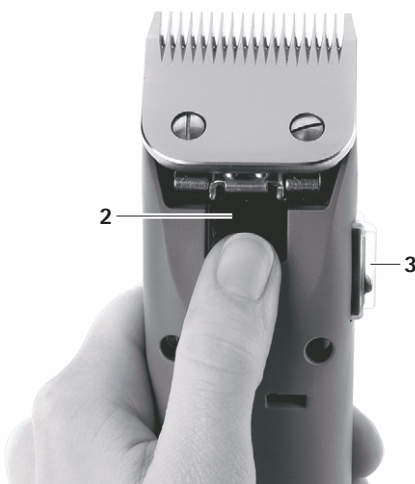

图 4
- 按下开启/关闭开关 3，以切断 FAV5 剪毛机，参见图 4。
- 按下切割头闭锁装置 2，参见图 4。